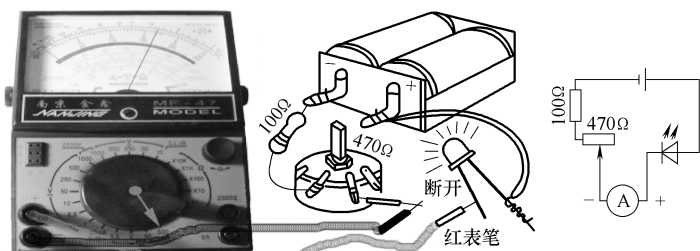

图 1-3 用指针式万用表测量电流示意图
2) 测量方法。测直流电流时，将万用表与被测电路串联，如图 1-3 所示。首先断开电路相应部分，再将万用表表笔接在断点的两端。红表笔接在和电源正极相连的断点，黑表笔接在和电源负极相连的断点。